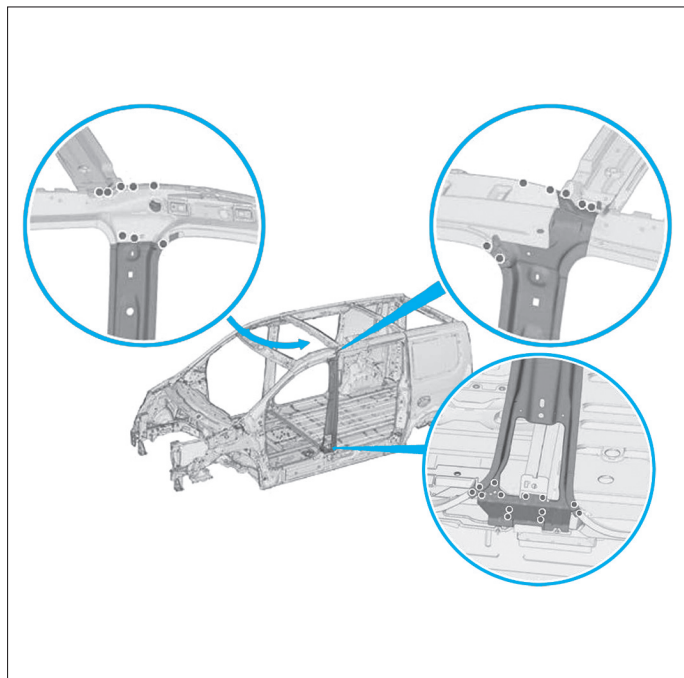

FIG. 63
- Souder par points bouchons (Fig.63).